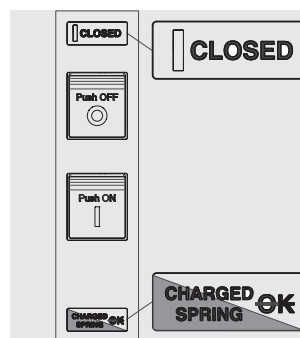

Figura 35
- Interruptor cerrado con resortes cargados y no listo para el cierre (véase Figura 35). Este estado se verifica cuando después del cierre (véase paso 4 - Maniobras apertura/cierre manual del interruptor) se recargan los resortes manualmente o automáticamente con el motorreductor (si lo equipa).